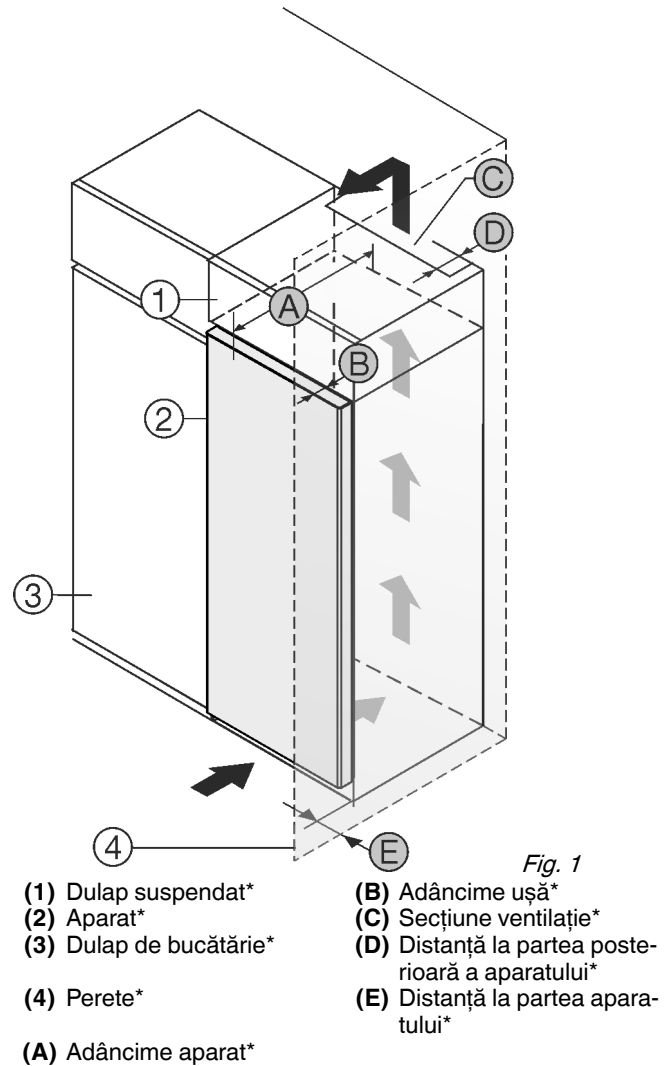

Fig. 1
Amplasați aparatul direct lângă dulapul de bucătărie Fig. 1 (3).
Amplasați aparatul cu o distanță de 5 cm între aparat și dulapul de bucătărie Fig. 1 (3).*
În partea din spate a dulapului suspendat trebuie să existe o fantă de aerisire cu grosimea Fig. 1 (D) pe toată lățimea dulapului suspendat.*
Sub tavanul încăperii trebuie să fie respectată secțiunea de ventilație Fig. 1 (C).*
Atunci când aparatul este montat cu balamalele lângă un perete Fig. 1 (4), distanța dintre aparat și perete trebuie să fie de minimum 40 mm. Această valoare corespunde proeminenței mânerului cu ușa deschisă.*
Atunci când aparatul este montat cu balamalele lângă un perete Fig. 1 (4), distanța dintre aparat și perete trebuie să fie de minimum 46 mm. Această valoare corespunde proeminenței mânerului cu ușa deschisă.*
Pentru a putea deschide complet ușa, aparatul trebuie să fie proeminent cu cel puțin adâncimea ușii Fig. 1 (B) față de suprafața frontală a dulapului de bucătărie. În funcție de adâncimea dulapurilor de bucătărie Fig. 1 (3) și utilizarea distanțierelor de perete, aparatul poate ieși mai mult în afară.*